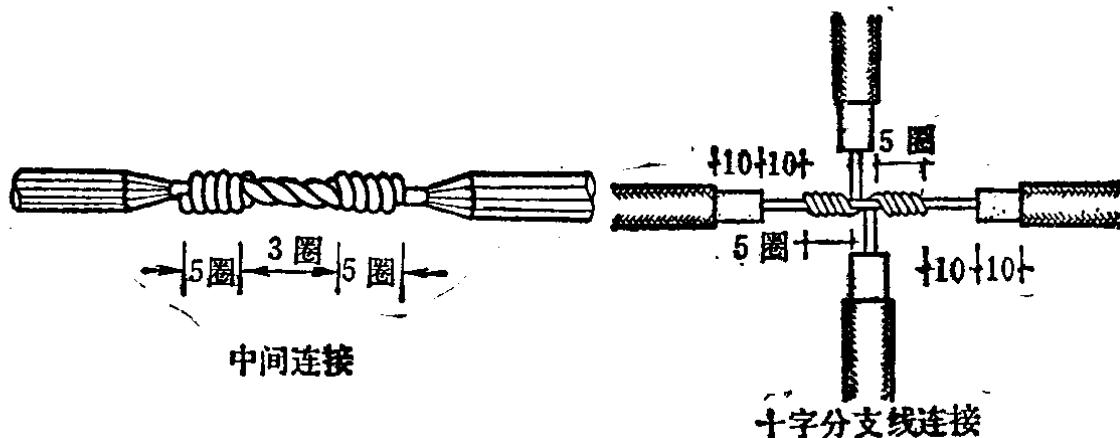

图1-6 单芯导线绞接连接
1. 绞接法：小截面（6 毫米²）单芯直线连接和分支连接，常采用绞接法连接，见图 1-6。